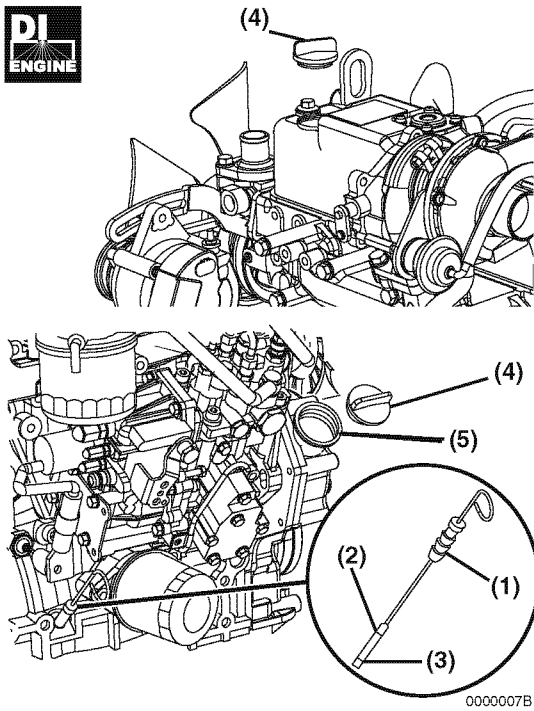

Figure 4
2. Retirez la jauge d'huile (Figure 4, (1)) puis essuyez-la avec un tissu propre.
4. Retirez la jauge d'huile. Le niveau d'huile doit se situer entre les lignes supérieure (Figure 4, (2)) et inférieure (Figure 4, (3)) de la jauge d'huile.
2. Retirez le bouchon d'huile (Figure 4, (4)).
3. Ajoutez la quantité indiquée d'huile de moteur par l'orifice de remplissage d'huile de moteur de la partie supérieure ou latérale (Figure 4, (5)).
6. Réinstallez le bouchon d'huile (Figure 4, (4)) puis serrez-le -à la main. Un serrage excessif peut endommager le bouchon.